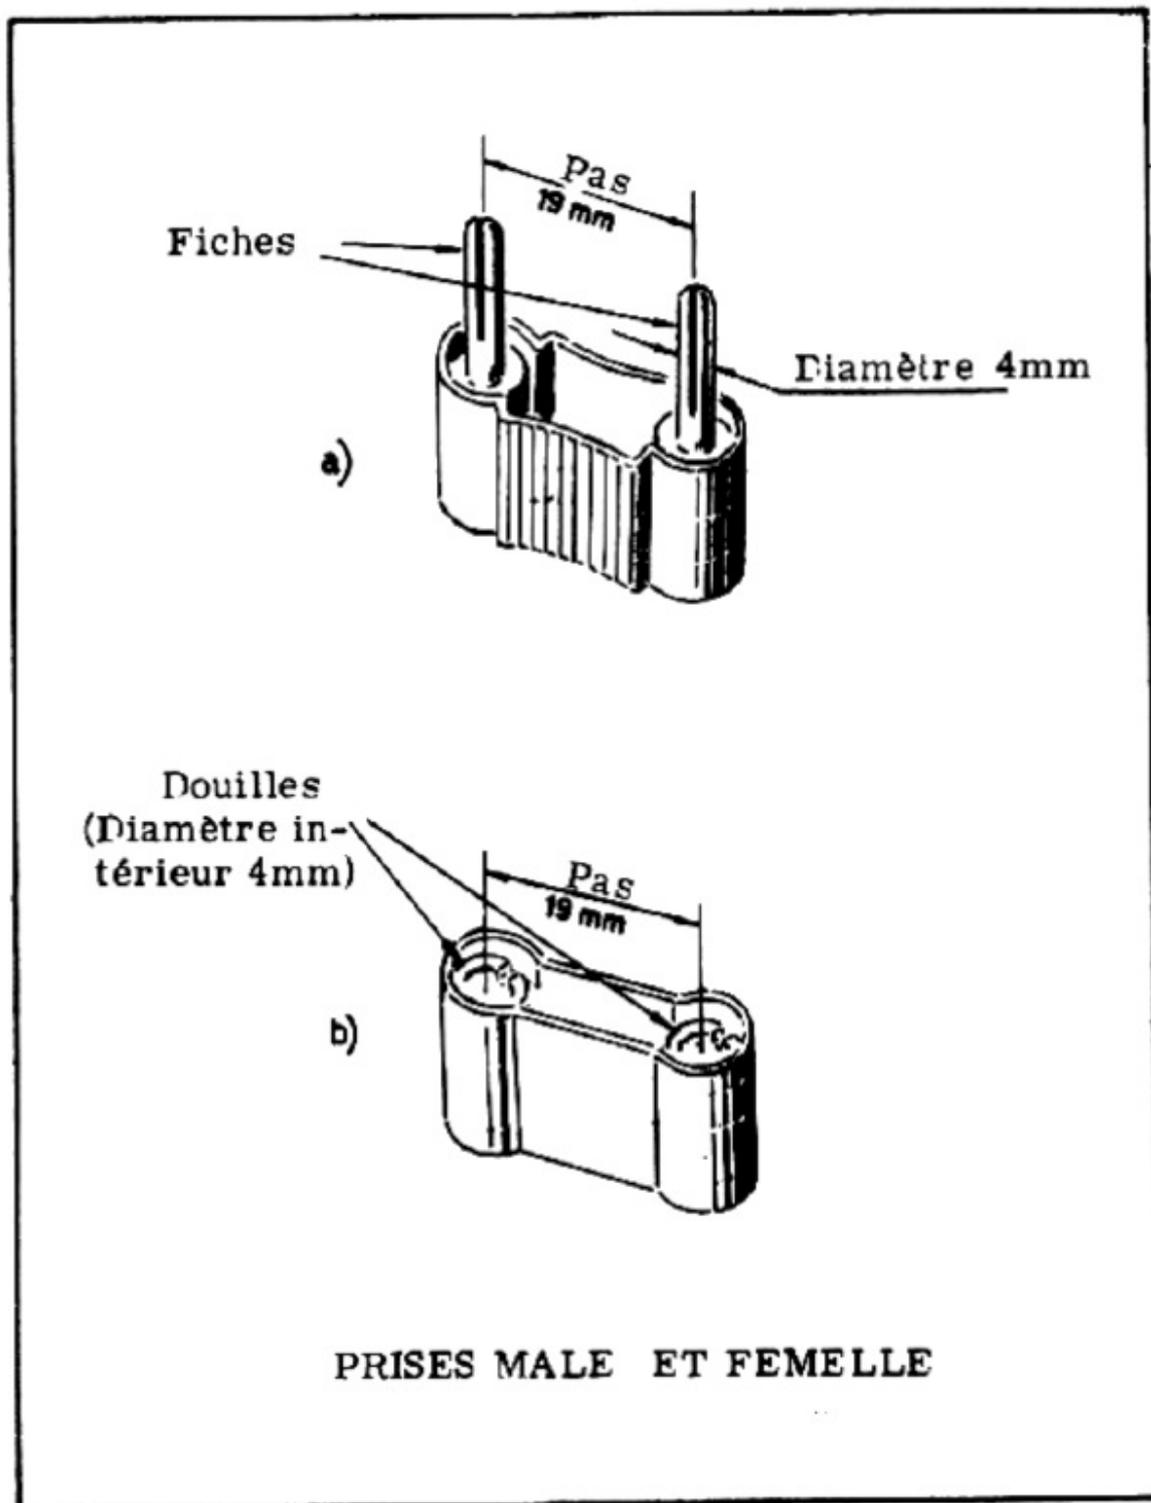

Figure 2
- *Prise mâle (figure 2 - a)* formée par un corps isolant sur lequel sont fixées deux fiches de cuivre ; les fiches sont fendues dans le sens de la longueur jusqu'à une certaine distance de l'extrémité filetée de manière à avoir un peu d'élasticité. La prise est caractérisée par son *PAS*, c'est-à-dire par la distance entre les axes des deux fiches ; dans notre cas cette distance est de 19 m/m et le diamètre des fiches est de 4 m/m.
- *Prise femelle (figure 2 - b)* pourvue de deux douilles en cuivre vissées sur un support en bakélite ; le diamètre des douilles ainsi que la distance entre leurs axes correspondent à ceux de la prise mâle.